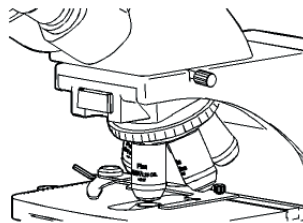

Fig. 6
- Ne tournez pas les boutons de mise au point gauche et droit dans des directions différentes en même temps, car cela endommagerait le système de mise au point (Fig. 6).